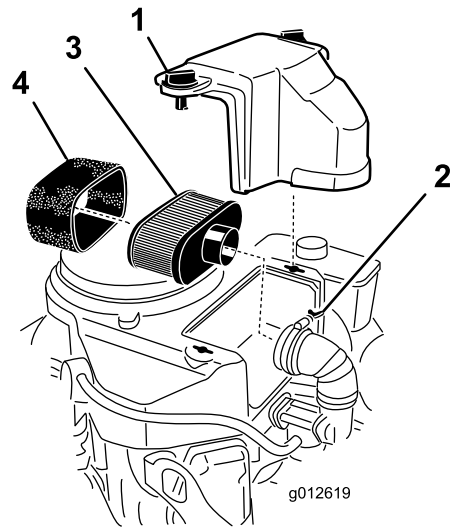

Figura 30
3. Limpie el área alrededor del limpiador de aire de forma que la suciedad no penetre en el motor y cause daños (Figura 30).
4. Desenrosque los pomos de la tapa y retire la tapa del limpiador de aire (Figura 30).
5. Desenrosque la abrazadera y retire el conjunto del limpiador de aire (Figura 30).
6. Retire cuidadosamente el filtro de gomaespuma del filtro de papel (Figura 30).
**Importante:** No limpie el filtro de papel, cámbielo (Figura 30).
1. Deslice cuidadosamente el elemento de gomaespuma sobre el elemento de papel del limpiador de aire (Figura 30).
- Coloque el conjunto del limpiador de aire sobre la base del limpiador de aire y fíjelo con 2 tuercas de orejeta (Figura 30).
- Coloque en su posición la cubierta del limpiador de aire y apriete el pomo de la cubierta (Figura 30).